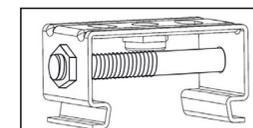

Рис. 2
- Внимание!** Для надежной фиксации осветительного прибора необходимо использовать стягивающие болты, входящие в комплект поставки. Болты необходимо установить в боковые отверстия на скобах и затянуть гайкой (рис. 2).